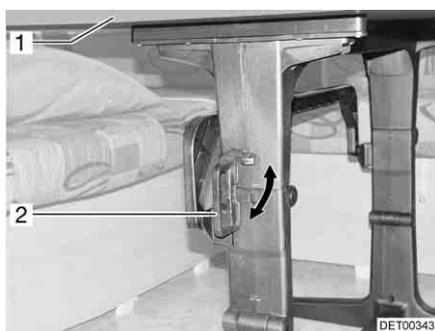

Fig. 67 Mesa abatible
- Girar el tirador (Fig. 67,2) a la posición horizontal.
- Girar el tablero de mesa (Fig. 67,1) hacia abajo formando un arco.